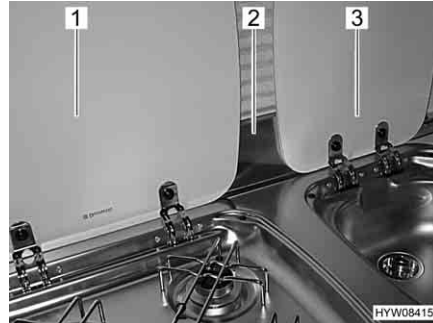

Fig. 129 Lastra proteggifiamma e coperture
Prima della cottura, agganciare la lastra proteggifiamma (Fig. 129,2) al telaio della finestra. La lastra proteggifiamma copre così l'area tra le coperture del lavandino (Fig. 129,3) e il fornello a gas (Fig. 129,1).
- Agganciare la lastra proteggifiamma (Fig. 129,2).
- Aprire la copertura del fornello a gas (Fig. 129,1).